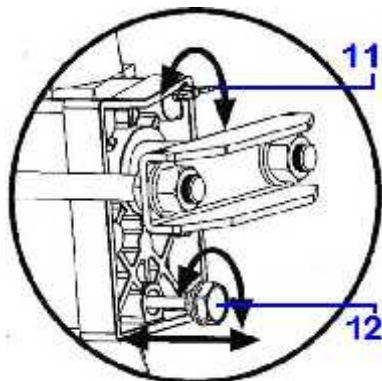
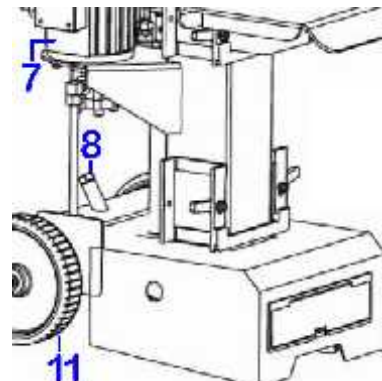

Fig.12
Fig.13
- Dévissez la vis de purge d'air (Fig.12 repère 11) de 3 à 4 tours avant de commencer à fendre du bois.
- Laissez la vis de purge (11) ouverte pendant l'utilisation.
- Resserrez la vis (11) après avoir achevé la fente du bois.
- Dévissez un peu la vis d'évacuation (Fig.13 repère 8) pour que l'air puisse s'échapper du réservoir d'huile.